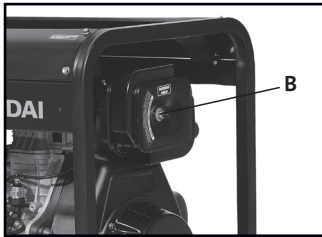

Рис. 16
- Открутите винт на крышке воздушного фильтра (рис.16, В).